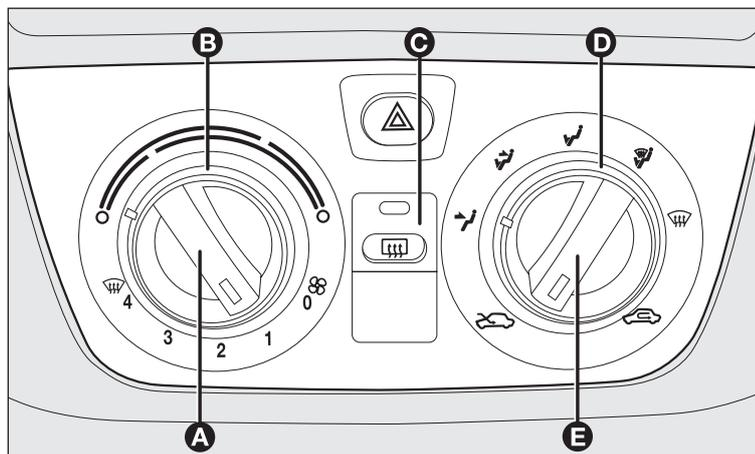

fig. 60
## COMANDI fig. 60
La ghiera girevole **D-fig. 60** consente all'aria immessa all'interno della vettura di raggiungere tutte le zone dell'abitacolo secondo 5 possibilità di scelta:
Ruotare verso destra (indice sul settore rosso) la ghiera girevole **B-fig. 60** per aumentare la temperatura o verso sinistra per diminuirla;
- posizionare la ghiera girevole **B-fig. 60** sul settore blu;
- ruotare la ghiera girevole **B**-fig. 60 sul settore rosso;
- disinserire il ricircolo aria interna posizionando la manopola **E**-fig. 60 su .
Premere il pulsante **C**-fig. 60 per attivare questa funzione: l'avvenuto inserimento della funzione è evidenziato dall'accensione del led sul pulsante stesso.